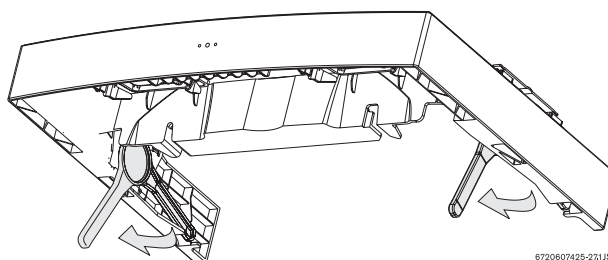

Fig. 15 Montarea levierelor
- Coborâți levierul de montaj conform cu Fig. 15.